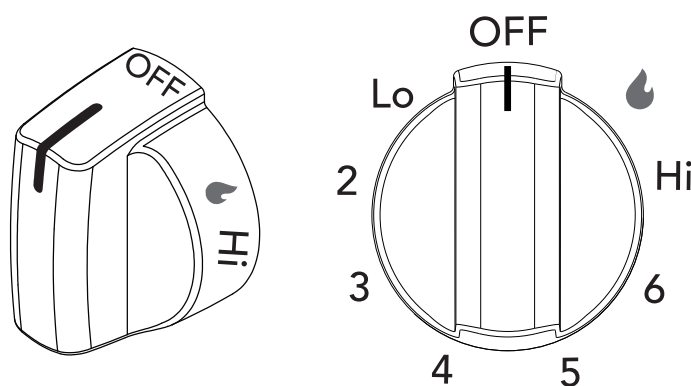

Figure 7 : Bouton de commande de la surface de cuisson
2. Appuyer sur le bouton de commande correspondant et tourner dans le sens antihoraire hors de la position < OFF > (FERMÉ) (Figure 7).